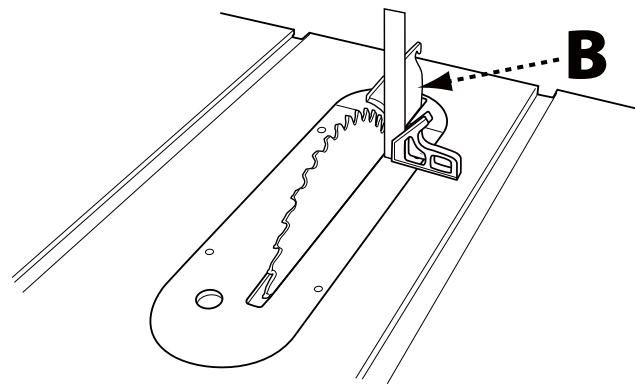

FIGURA 24b
1. **Alineación vertical:** Coloque una escuadra sobre la mesa y contra la parte frontal de la hoja, y asegúrese de que se extienda a lo largo del separador (B) como se muestra en la Figura 24b. El separador y la hoja deben tocar la escuadra sin ningún espacio. Asegúrese de que la regla se acomode entre los dientes y descansen sobre la parte frontal de la hoja y el separador para una alineación correcta.